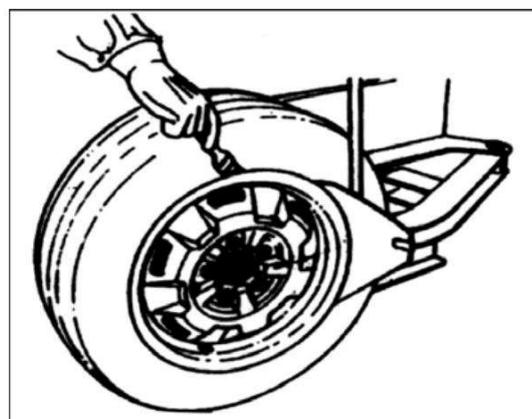

図 17
4.1.2 ビードブレーキングブレードとホイールサポートの間にタイヤを置きます。タイヤのサイドウォール部にビードブレーキングブレードを当てます(図 17)。次にペダル（図 2-12）を踏んで、リムからタイヤを取外します。タイヤを回転させ他の部分で同じ操作を繰り返し、リム全周からタイヤを完全に取外します。ビード部を滑らかに取り外すには、ブラシを使用しビードとリムの間に潤滑剤または濃い石鹼水を塗布してください。ビード落とし済みのタイヤをターンテーブルの上に置き、クランプペダル(図 2-11)を踏んでリムをクランプします。